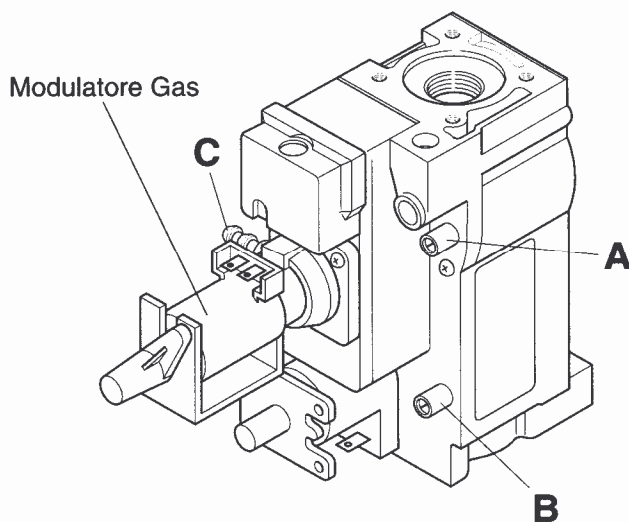

Fig. 29
La tubazione, tra il contatore e la caldaia, deve essere dimensionata in modo tale che la pressione di alimentazione indicata sull'etichetta venga raggiunta. È possibile rilevare il valore per mezzo di una presa di pressione **B** a monte sulla valvola gas (Fig.29). La tubazione deve poter essere chiusa in caso di smontaggio della caldaia, mediante il rubinetto di intercettazione tra la caldaia e tubazione gas. Per i materiali da utilizzare e la loro posa in opera, attenersi a quanto prescritto dalle Norme UNI-CIG 7129 e successivi aggiornamenti.
- 8 - Per il modello MF 25A, dopo avere connesso la presa di pressione **A** (fig. 29), il lato positivo dello strumento di misura, è indispensabile, per la corretta misurazione della pressione gas al bruciatore, inserire un portagomma a "T" in derivazione alla "presa di compensazione" **C** (fig. 29) del modulatore, allo strumento di misura, lato negativo;